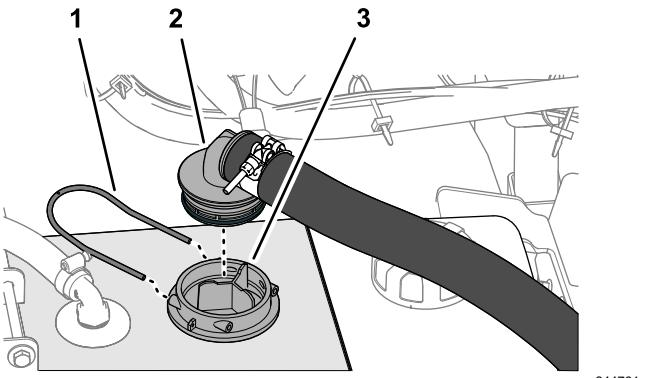

図 17
2. リテーナフォークを使って、バーブ付き90°フィッティングを、吸い込みスクリーンのハウジングに固定する図 17。
1. 液剤吸い込みホースの、バーブ付き90°フィッティングを、吸い込みスクリーンのハウジングに挿入して奥まで完全に押し込む図 17。